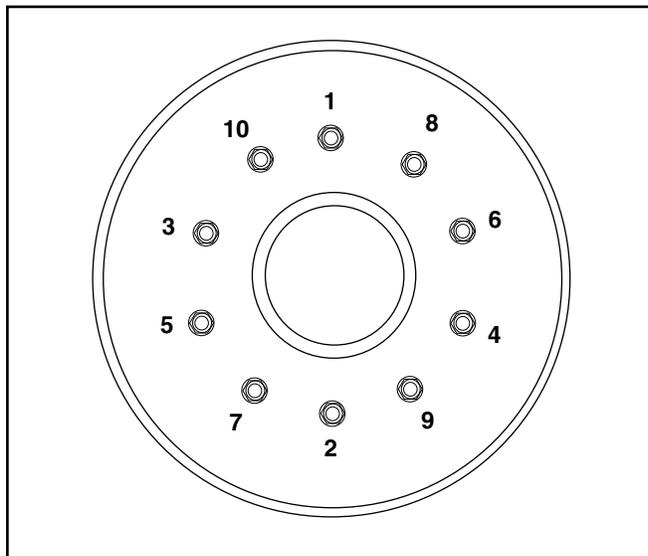
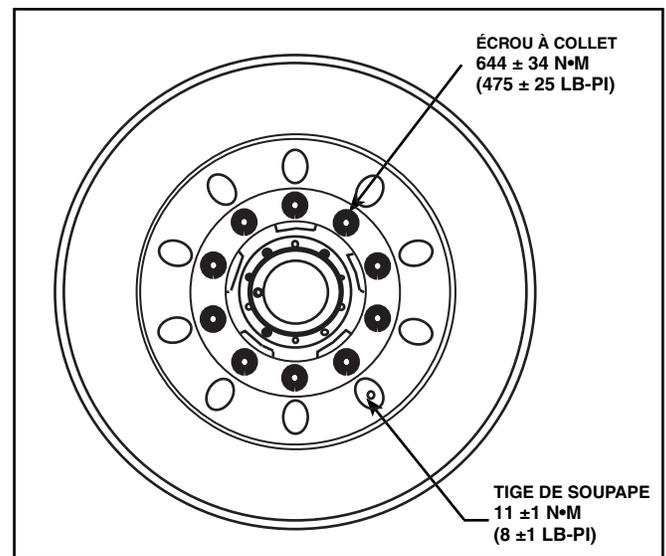

Figure 2 - Séquence de serrage
Figure 3 - Couples de serrage
Voir Figure 2 et Figure 3.
Les écrous de roue doivent être serrés tour à tour sur les côtés opposés de la roue en suivant la méthode qui suit. Un ordre de serrage est proposé sur la Figure 2.
2. Avec une clé dynamométrique, serrer les écrous progressivement, dans l'ordre suggéré à la Figure 2, jusqu'à ce que le couple de serrage prescrit soit atteint. Voir Figure 3. Ne pas serrer chaque écrou complètement en une seule fois; passer d'un écrou à un autre de façon à ce que la roue soit serrée uniformément.
Pour assurer un serrage adéquat, des clés dynamométriques de grand format doivent être utilisées. Si une clé à chocs pneumatique est utilisée, elle doit servir au serrage initial des écrous seulement pour placer la roue correctement sur le moyeu et doit être étalonnée régulièrement. Le serrage final doit être obtenu à l'aide d'une clé dynamométrique pour s'assurer que tous les écrous sont serrés également et sans dépasser la limite indiquée sur la Figure 3.